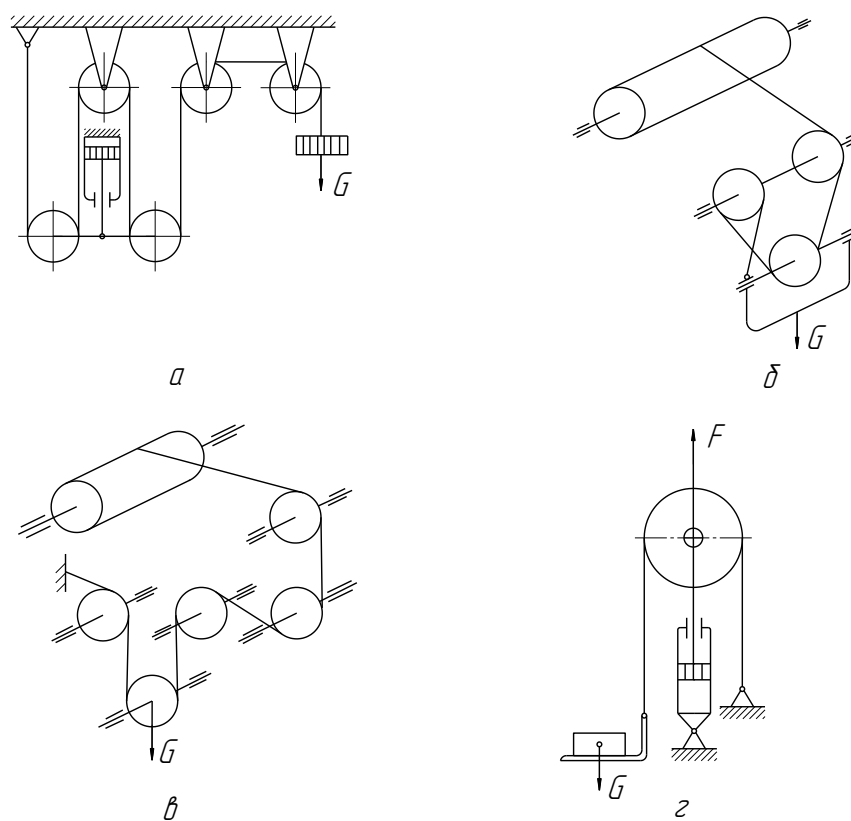

Рисунок 2.4.2 – Схемы полиспастов
*2.4.7 Укажите какой выигрыш в силе дает полиспаст (рисунок 2.4.2, б)?*
*2.4.8 Укажите какой выигрыш в скорости дает полиспаст (рисунок 2.4.2, б)?*